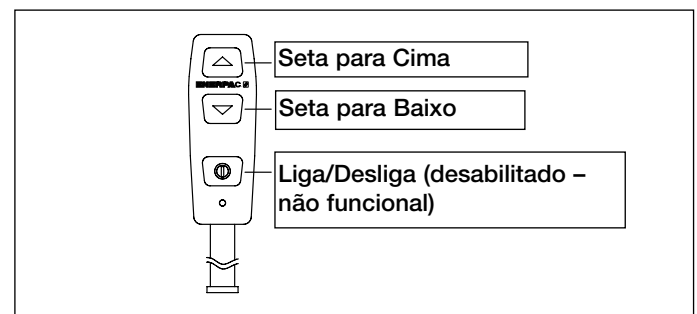

Figura 7
5.2 Operação do Controle (ver Figura 7)
4. Pressione e sustente o botão Seta Para Cima no controle. (ver figura 7). Permita a geração de pressão.
- b. Pressione e sustente o botão Seta para Cima no Controle (ver figura 7). Permita a geração de pressão
8. Libere o botão Seta para Cima. Certifique-se que manômetro indica zero (0) psi.